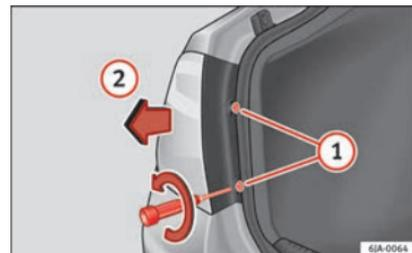

Fig. 98 Smontaggio del fanale di coda esterno.
» fig. 98 ①, facendo attenzione a non per-
(» fig. 98 ②) fino ad estrarre il fanale dal